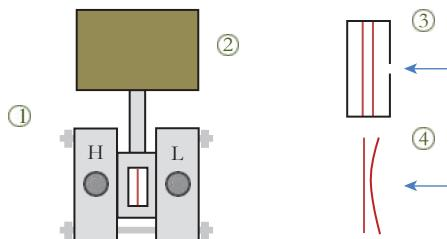

Рис. 3.1
На рис. 3.1 показан корпус датчика перепада давления (1) с двумя соединениями, высокого давления (H) и низкого давления (L). На верхней части обычно есть электроника в отдельном корпусе (2), предлагающая стандартизованные выходные сигналы и дисплеи. Внутри находится датчик давления (или ячейка), обычно с мембранный. Иллюстрация является излишней, но при высоком давлении (4) вы можете видеть, как мембрана деформируется по сравнению с воздействием низкого давления (3). Все мембранны имеют две стороны. Одна сторона подвергается воздействию процесса, как описано выше. Другая сторона может подвергаться воздействию окружающего давления (как в манометрическом передатчике), вакуума (как в абсолютном передатчике) или другого места в процессе (через второе соединение, как в